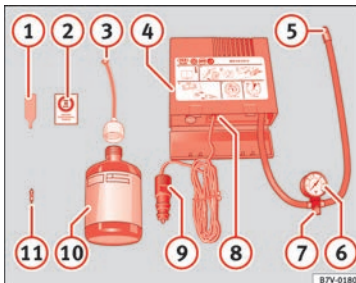

Fig. 57 Representación estándar: contenido del kit antipinchazos.
• Desenrosque la caperuza y el obús de la válvula del neumático. Utilice el aparato » fig. 57 ① para extraer el obús. Colóquelo en una superficie limpia.
- Agite con fuerza la botella de sellante de neumáticos » fig. 57 ⑩.
- Enrosque el tubo de inflado » fig. 57 ③ en la botella de sellante. El precinto de la botella se romperá automáticamente.
- Retire el tapón del tubo de llenado » fig. 57 ③ y enrosque el extremo abierto del tubo en la válvula del neumático.
- Vuelva a colocar el obús con el aparato » fig. 57 ① en la válvula del neumático.
- Enrosque el tubo de inflado del neumático del compresor » fig. 57 ⑤ en la válvula del neumático.
- Compruebe que el tornillo de evacuación de aire está cerrado » fig. 57 ⑦.
- Acople el conector » fig. 57 ⑨ a toma de corriente de 12 voltios del vehículo » fig. 142.
- Conecte el compresor de aire con conmutador ON/OFF » fig. 57 ⑧.